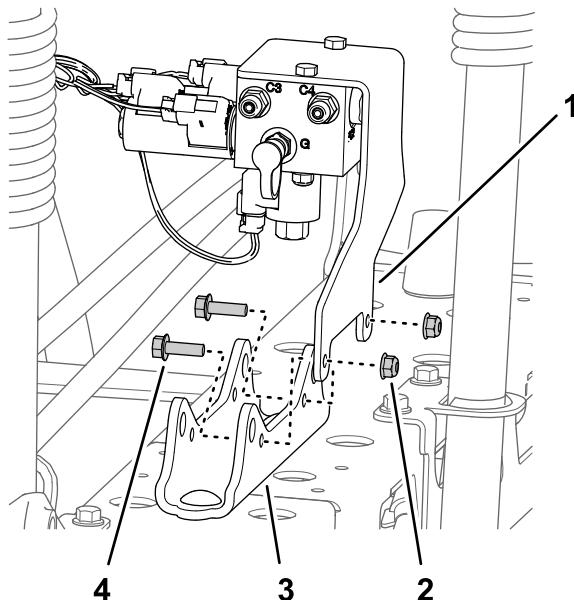

Bild 43
- Maschinen ohne die optionale Nivellierung für den Ultra Sonic Boom:** Entfernen Sie die zwei Sicherungsbundmuttern (5/16") und die zwei Bundkopschrauben (5/16" x 1"), mit denen die Stützhalterung für den Abschnitthubverteiler an der Zylinderbefestigung befestigt ist, und nehmen Sie den Verteiler und die Halterung von der Zylinderbefestigung ab (Bild 43).